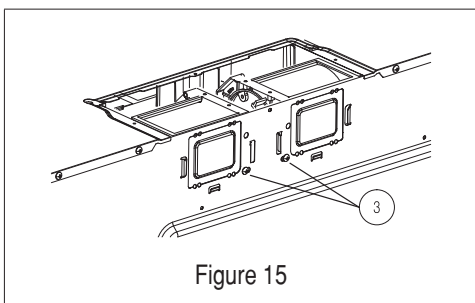

Figure 15
- Placez le ventilateur dans l'ouverture. Fixez le couvercle du moteur du ventilateur au four à 1, 2 et 3) des étapes 1 et 2. Voir la figure 15.